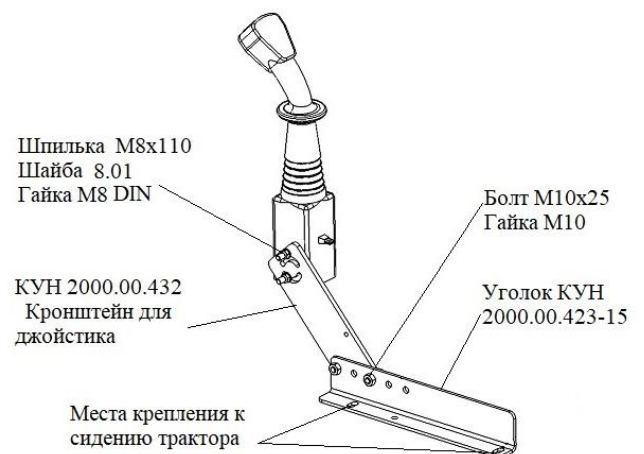

Рис.4 Установка крышки
4. Установленный дивертор закрыть крышкой КУН 2000.00.416 и закрепить шпильками КУН 2000.00.606 с гайками М8. (см. рис.4)